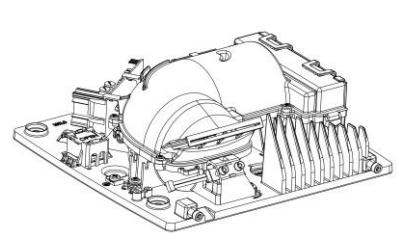

Fig. 4
- keine Teile im Geräteinneren beschädigt werden, vor allem der elektronische Schaltkreis (siehe Abbildung 4).